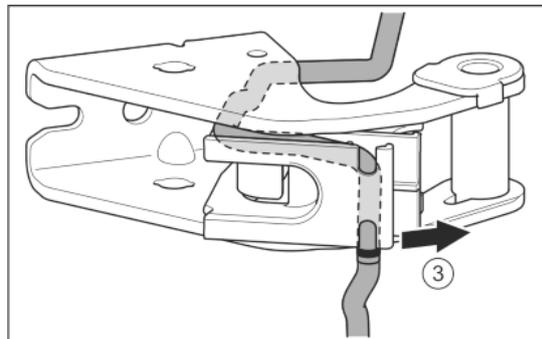

Fig. 25
- ▶ Kabel aus der Führung lösen. *Fig. 25 (3)*